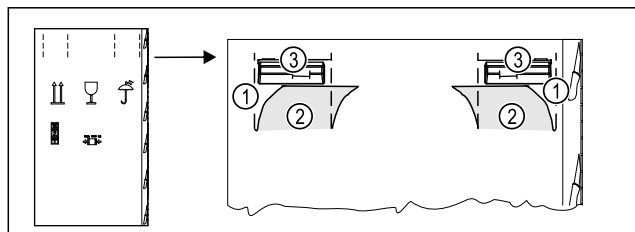

Fig. 6
- ▶ 按下包装箱顶部的易撕条 Fig. 6 (1)。
- ▶ 拉出已压入的箱体挡板 Fig. 6 (2)。
- ▶ 可见左右提手 Fig. 6 (3)。
- ▶ 抓住冰箱的提手 Fig. 6 (3)。